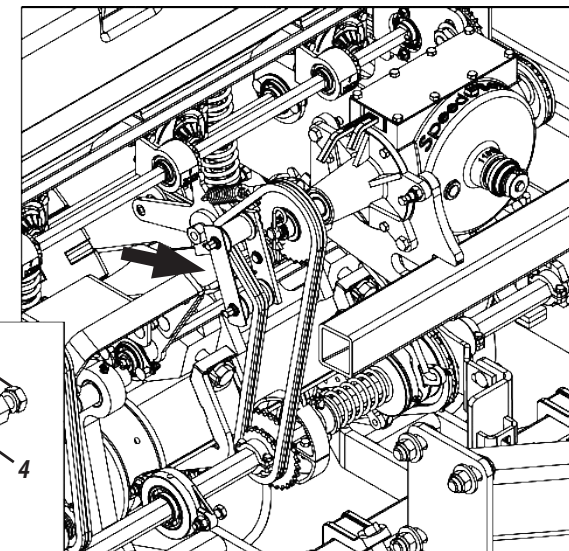

Figura 64
ESTICADOR OSCILANTE (FIGURA 64)
El estirador (1) está dotado de resorte de torsión (2) para mayor flexibilidad del mismo. Si necesaria mayor presión en el estirador, suelte la tuerca interna (3) del mismo, gire el eje (4) pasando el acople de la resorte (2) para el otro diente de la roseta del eje y reajuste nuevamente la tuerca interna (3), **conforme muestra la figura 64.**